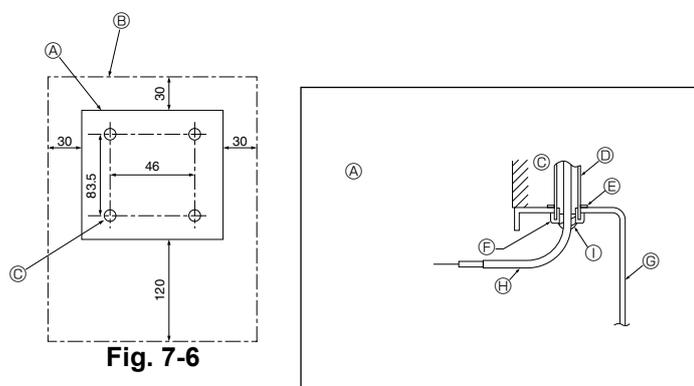

Fig. 7-6
- (1) Выберите место установки пульта дистанционного управления. (Fig. 7-6)